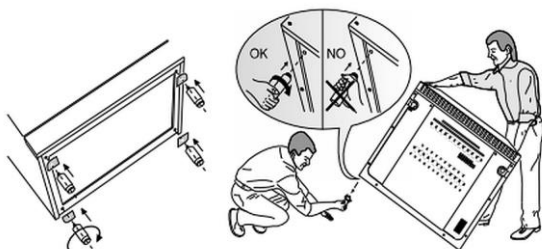

Fig. 2
- Montera de medföljande fötterna genom att skruva in dem i de förborrade hålen på undersidan av apparaten (fig. 2)